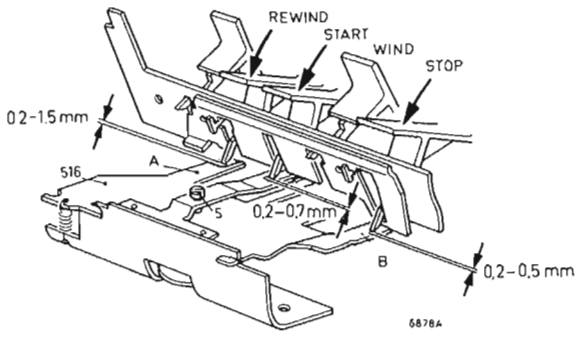

Fig. 5
V. INSTELLING VAN DE WEERGEEF- EN SNEL-SPOELTOETSEN (Fig. 5)
VI. INSTELLING STOPTOETS (Fig. 5 en 7)
- De stopstoets moet de ingeschakelde toetsen gemakkelijk ontgrendelen. Instellen door lip B te verbuigen (zie Fig. 5).